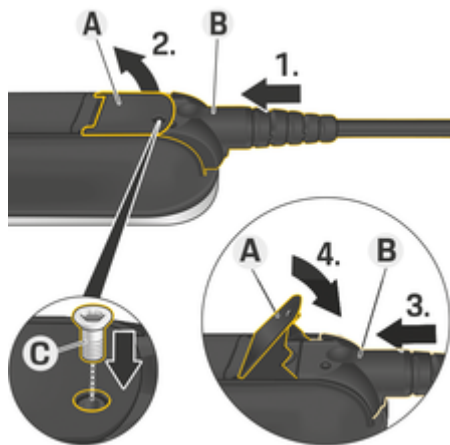

Fig. 19: Fixation des câbles et des fiches
- ✓ Le levier A (Fig. 19) est abaissé.
- 1. Insérez la fiche B (Fig. 19) dans le module de commande jusqu'au premier point de résistance.
- 5. Fixez la fiche B au module de commande à l'aide de la vis C (Fig. 19).